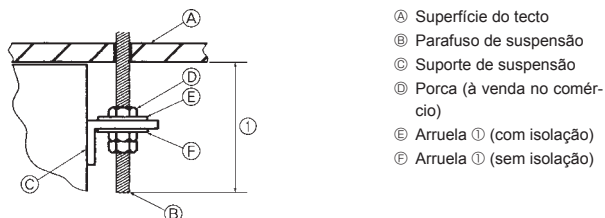

Fig. 3-5
4) Preparação da unidade interior (Fig. 3-5)